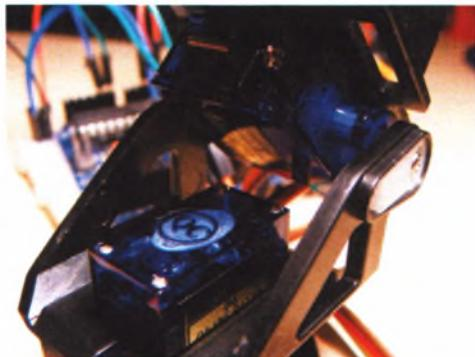

РИСУНОК 10.4
- Подключите желтый провод сигнала управления одного из сервоприводов напрямую к контакту 9 платы Arduino, а второго — к контакту 10 платы Arduino, как показано на схеме на рис. 10.4.
Прикрепите лазерную указку к верхней части модуля; я рекомендую воспользоваться kleевым пистолетом для постоянного крепления, но вы можете использовать скотч, если планируете разобрать устройство в будущем. Теперь вы можете управлять лазером с помощью джойстика. Сервоприводы зафиксированы в корпусе с поворотным устройством, как показано на рис. 10.4.